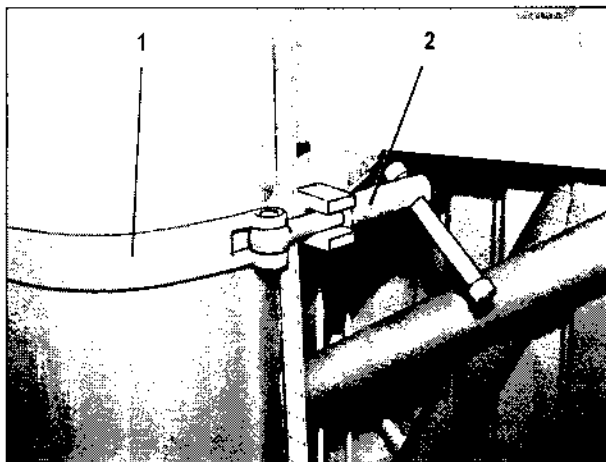

Bild 94
13. Stützarm am Mast befestigen; dazu Transporthalterung (Bild 94/1) umklappen und Verschraubung (Bild 94/2) andrehen.